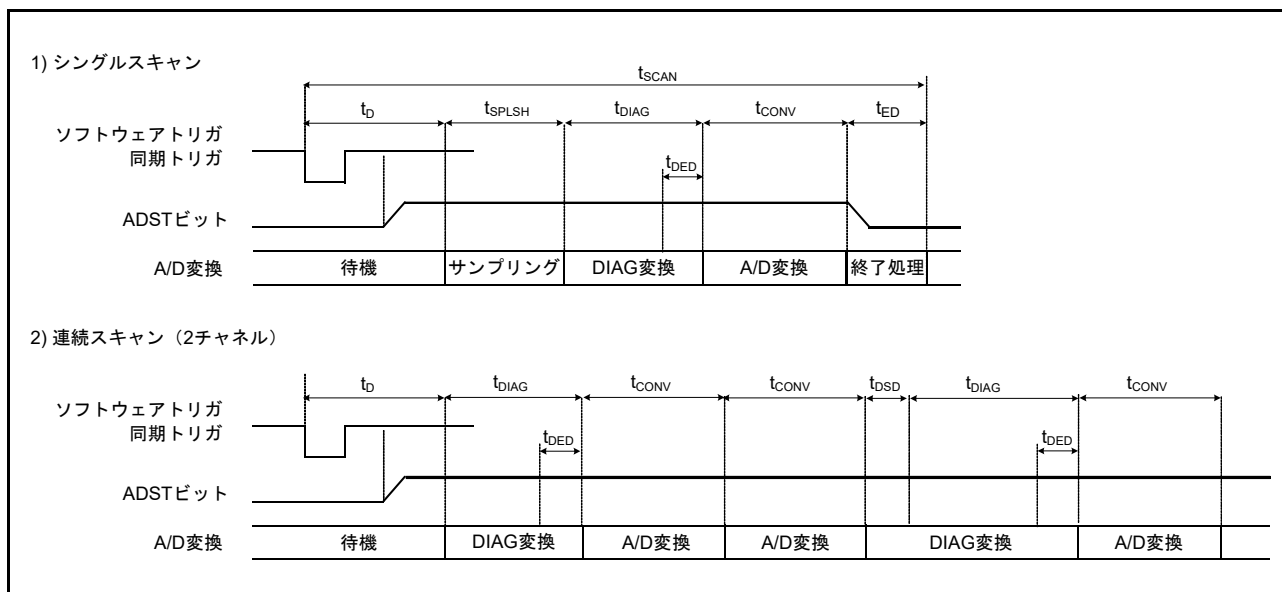
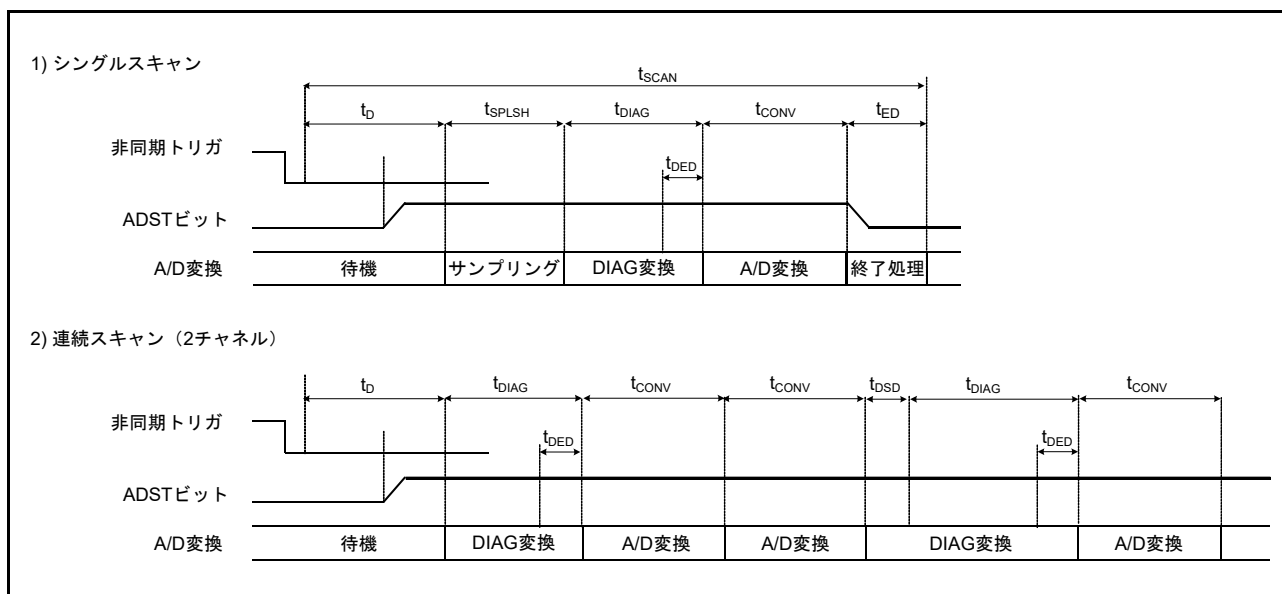

図 47.34 スキャン変換のタイミング (ソフトウェア起動または同期トリガ入力 (ELC) 起動の場合)
図 47.35 スキャン変換のタイミング (非同期トリガ入力 (ADTRG0) 起動の場合)
図 47.34 に、ソフトウェアトリガと同期トリガ (ELC) 起動によるスキャン変換を行う場合のタイミングを示します。また、図 47.35 に、非同期トリガ (ADTRGn) 起動によるスキャン変換を行う場合のタイミングを示します。スキャン変換時間 ( $t_{SCAN}$ ) は、スキャン変換開始遅延 ( $t_D$ )、チャンネル専用サンプル&ホールド回路処理時間 ( $t_{SPLSH}$ ) (注 1)、断線検出アシスト処理時間 ( $t_{DIS}$ ) (注 2)、自己診断変換時間 ( $t_{DIAG}$ ) (注 3)、A/D 変換処理時間 ( $t_{CONV}$  および  $t_{DSD}$ )、チャンネル専用サンプル&ホールド回路終了処理時間 ( $t_{SHED}$ ) (注 4)、スキャン変換終了遅延 ( $t_{ED}$ ) を含めた時間となります。
- 注 1. tD、tSPLSH、tDIAG、tCONV、tED の各タイミングについては、図 47.34 および図 47.35 を参照してください。